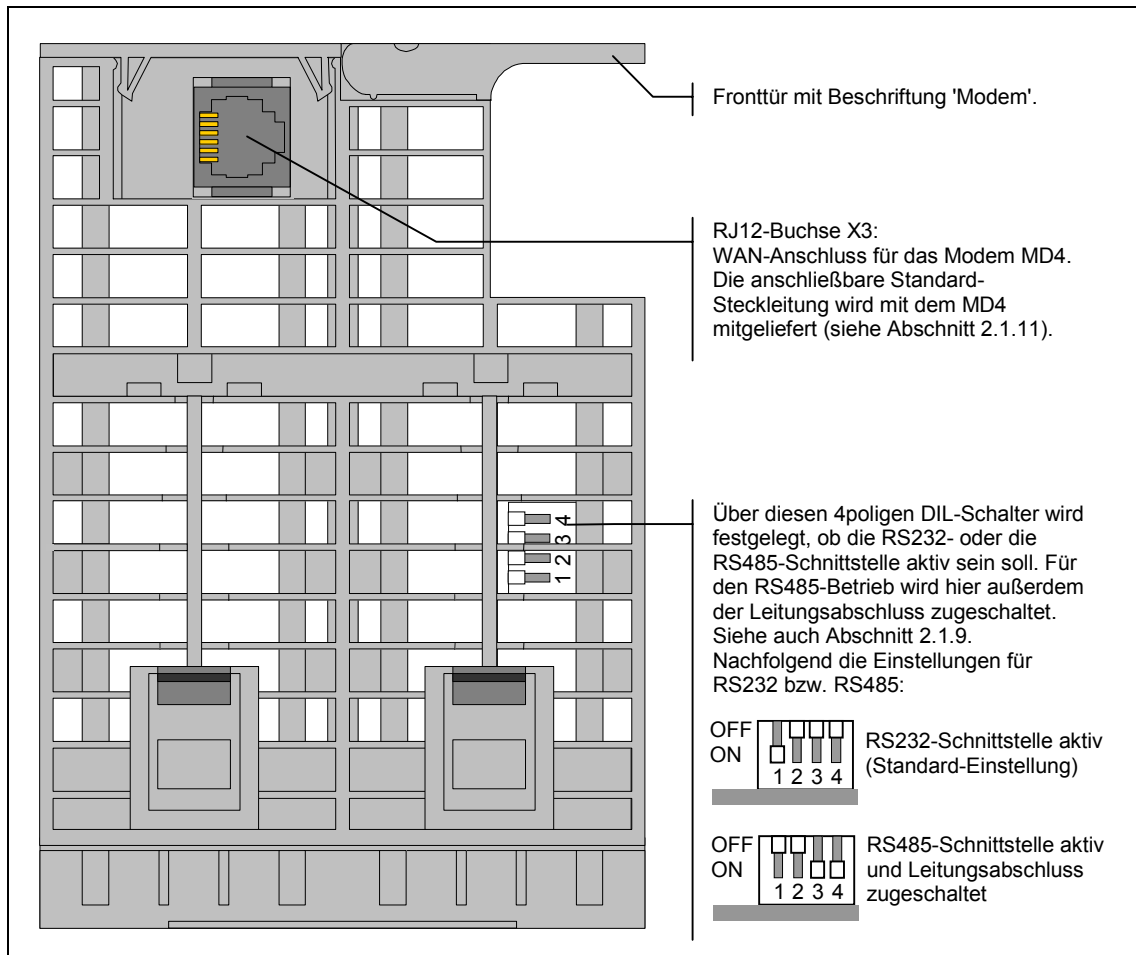

Bild 2-8 Ansicht des Modems MD4 von unten
An der Unterseite des Modemgehäuses ist noch ein 4poliger DIL-Schalter zugänglich (siehe Bild 2-8). Darüber wird festgelegt, ob die RS232- oder die RS485-Schnittstelle aktiv sein soll. Für den RS485-Betrieb wird hier außerdem der Leitungsabschluss zugeschaltet. Das nachfolgende Bild zeigt die Einstellmöglichkeiten im allgemeinen, im Bild 2-8 finden Sie die Standard-Einstellungen.
- 1) Beim Modem MD4 ist über den von unten zugänglichen 4poligen DIL-Schalter die RS485-Schnittstelle zu aktivieren (siehe Bild 2-8).